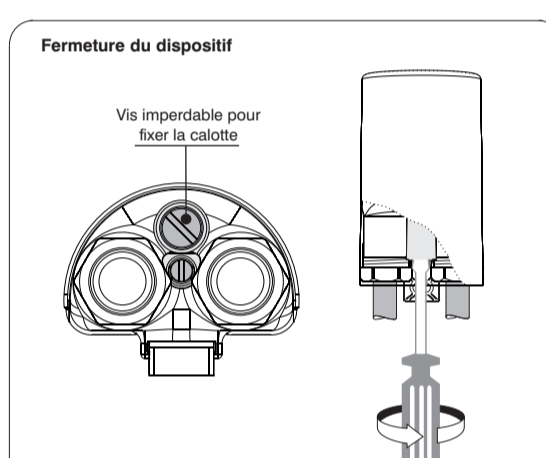

fig. 6
- Fixer la calotte en serrant la vis imperdable qui se trouve dans la partie inférieure de la base. Serrer la vis jusqu'à ce que la calotte appuie sur la garniture garantissant ainsi la fermeture hermétique (fig. 6).